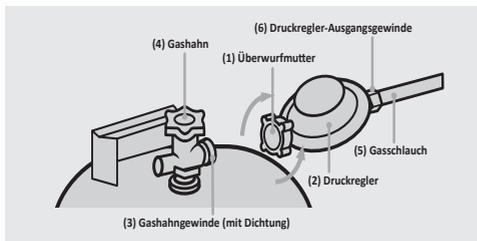

Abb.2: Montage des Druckreglers
1. Verbinden Sie den Druckregler (Abb.2, Nr. 2) mit dem Gasschlauch (Abb.2, Nr. 5). Schrauben Sie hierfür die **Überwurfmutter des Gasschlauches** am Gewinde des Druckreglers durch Linksdrehung mit Hilfe eines Gabelschlüssels SW 17 fest.
2. Verbinden Sie dann den **Gasschlauch** (Abb.2, Nr. 5) mit dem **Gasventileingang** des Heizstrahlers. Schrauben Sie hierzu die zweite Überwurfmutter des Gasschlauches am Gasventileingang durch Linksdrehung mit einem Gabelschlüssel mit SW = 17 mm.
3. Verbinden Sie den Druckregler mit der Gasflasche, indem Sie die **Überwurfmutter** (Abb.2, Nr. 1) des **Druckreglers** (Abb.2, Nr. 2) mit der Hand auf das **Gashahngewinde** (Abb.2, Nr. 3) schrauben und ganz fest anziehen.